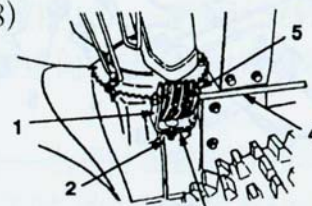

图8
1. 将1英寸(2.5cm)螺栓插入蜗轮架板的安装孔中。(图8)
2. 安蜗轮于架板中, 对齐孔, 将排雪道齿轮杆穿过蜗轮和架板。(图 8)
3. 用螺栓, 垫片和锁紧螺母松松地将蜗轮和架板安于安装座上。(图 8)
4. 将蜗轮吻入排雪道齿轮, 再旋紧锁紧螺母。(图 8)